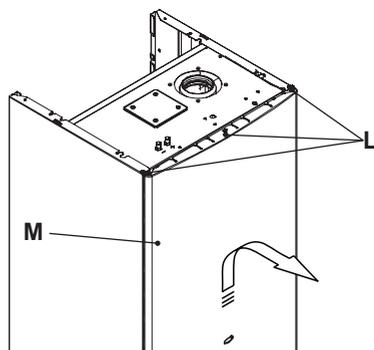

Fig. 5.14
• Togliere il pannello frontale della caldaia come illustrato. Togliere le viti L. Rimuovere il pannello frontale M spostandolo verso l'alto in modo da liberarlo dai ganci inferiori Fig. 5.14.
- Svitare le viti e rimuovere il coperchio copri morsetteria Fig. 5.14.